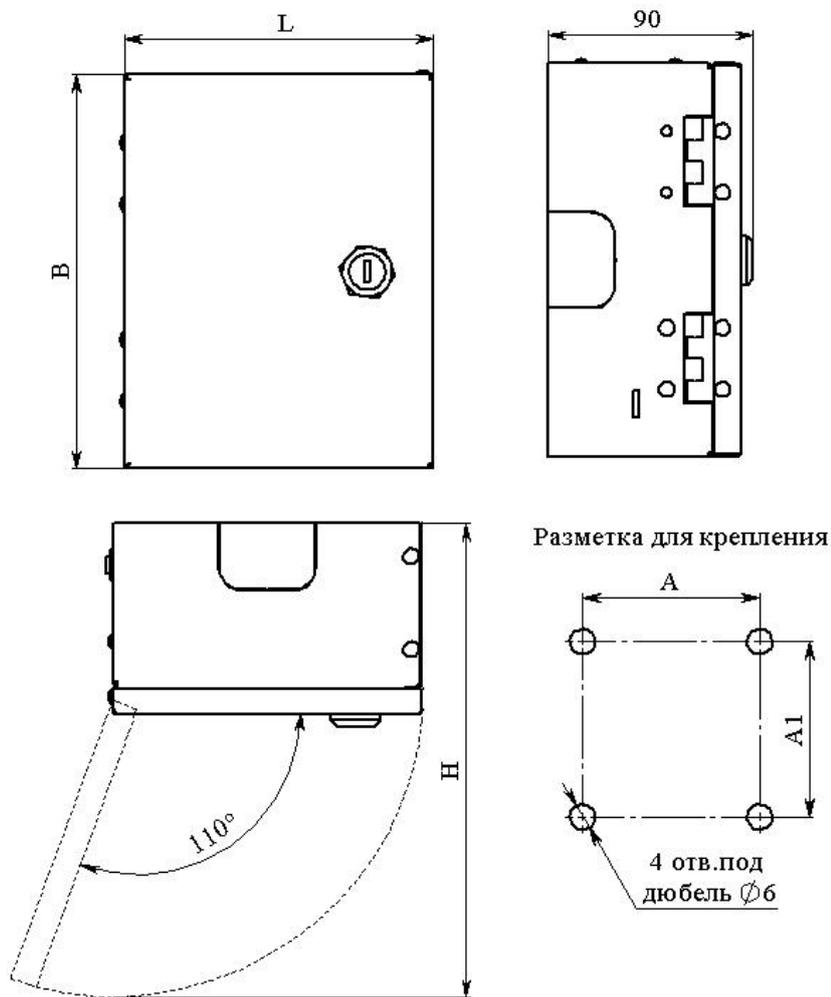

Рис.2. Габаритный чертеж шкафа ШРН-1М-2/30
4.5. Закрепить шасси с помощью поставляемых дюбелей и шурупов, предварительно выполнив отверстия в стене согласно размеров указанных на рис. 2.